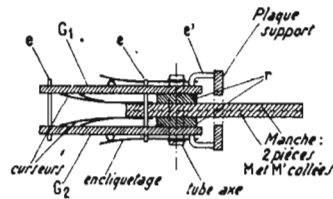

Fig. 49. — Montage des contacteurs
**b) Montage (fig. 49)**
— Cintrer les entretoises longues (voir fig. 49).